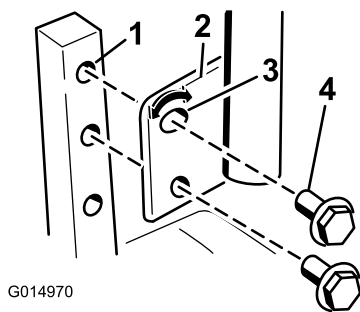

Figura 27
1. Retire los 2 pernos que fijan la palanca de control al brazo de la palanca (Figura 27).
2. Mueva la palanca al juego de taladros siguiente. Fije la palanca con los 2 pernos (Figura 27).
- Afloje el perno inferior lo suficiente para poder desplazar hacia adelante o hacia atrás la palanca de control (Figura 27). Apriete ambos pernos para fijar el control en la posición nueva.